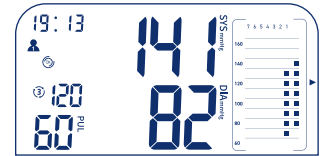

Bild 9
- In der Balkengrafik wird nun das aktuelle Ergebnis der zweiten Messung in der rechten Spalte angezeigt. In der Spalte 1 sehen Sie das Ergebnis der ersten Messung (Bild 9).